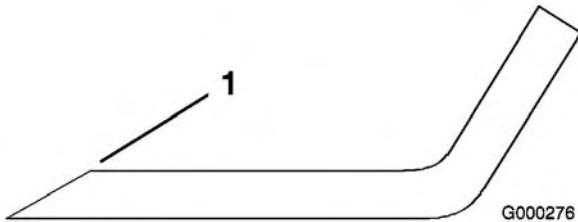

Bild 94
3. Untersuchen Sie die Schnittkanten aller Messer. Schärfen Sie alle stumpfen und ausgekerbten Schnittkanten. Schärfen Sie nur die Oberseite der Schnittkanten und behalten dabei den ursprünglichen Schnittwinkel bei, um die Schärfe des Messers zu gewährleisten (Bild 94). Das Schnittmesser behält seine Auswuchung